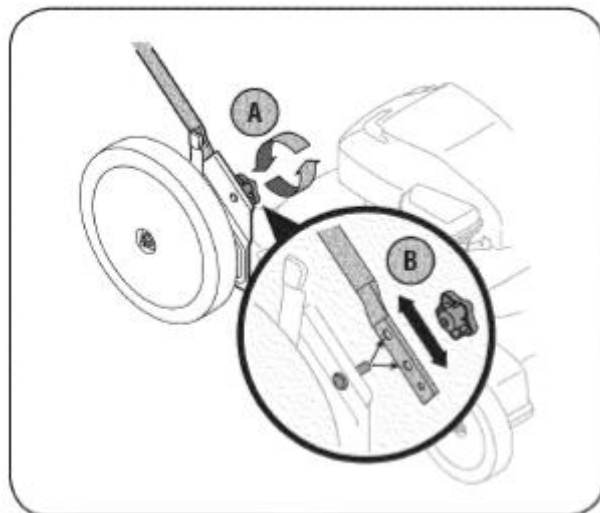

РИС. 3
2. В том случае, если вас устраивает высота рукоятки, затяните звездообразные ручки на концах нижней рукоятки, как показано на Рис. 3. В целях удобства эксплуатации можно отрегулировать высоту рукоятки, выполнив нижеописанные операции.
- A. Отверните звездообразные ручки, как показано на Рис. 3, и демонтируйте нижнюю рукоятку.